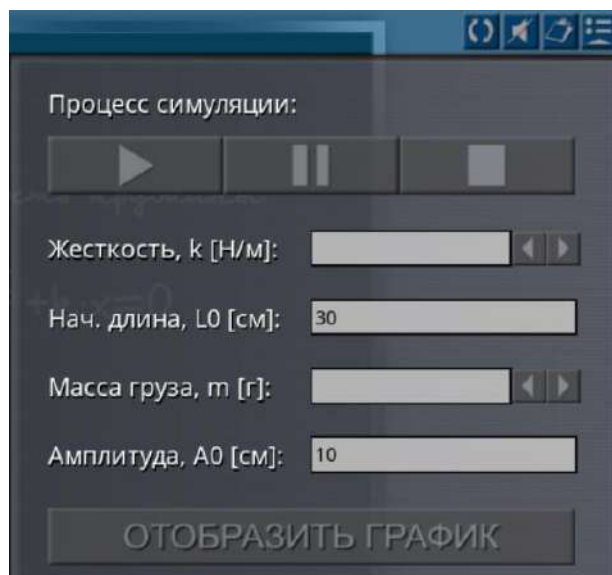

Рис.4. Панель параметров эксперимента
3. На панели параметров эксперимента (рис. 4) установите жёсткость пружины и массу первого груза.